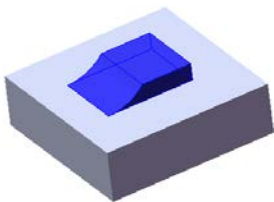
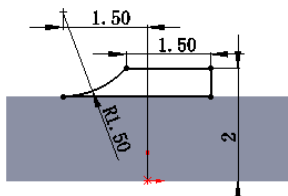

图 4.5 凸台-拉伸 2
图 4.6 横断面草图
(4) 单击  按钮，完成凸台—拉伸 1 的创作。
Step3. 创建图 4.5 所示的零件基础特征——凸台—拉伸 2。选择下拉菜单 **插入(I)** → **凸台/基体(B)** → **拉伸(E)...** 命令；选取前视基准面作为草图平面，绘制图 4.6 所示的横断面草图；在 **方向 1** 区域的  下拉列表中选择 **两侧对称** 选项，在  文本框中输入深度值 2.0，选中 ☒ **合并结果(M)** 复选框；单击  按钮，完成凸台—拉伸 2 的创作。